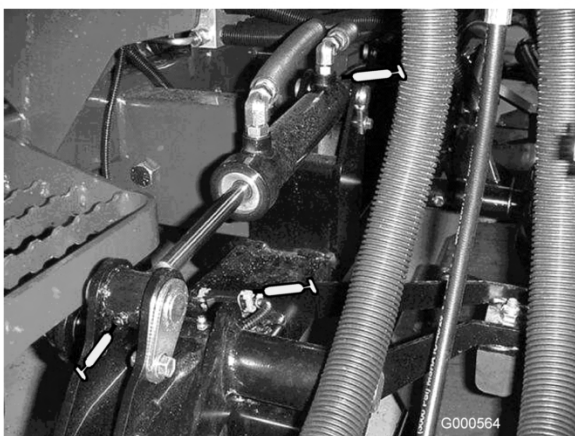

図 25
- ・ 昇降アームのブッシュ (各デッキに1ヶ所) (図 25)
- ・ 昇降シリンダのブッシュ (各デッキに2ヶ所) (図 25)